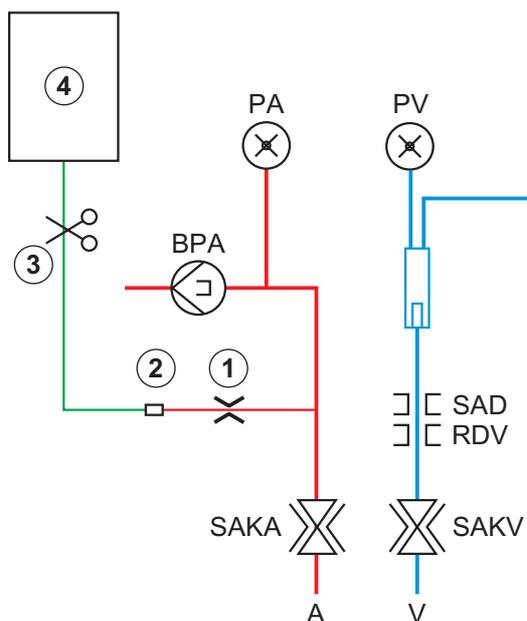

Fig. 6-10 Configuration du bolus artérielle
En utilisant un appareil HD, la ligne d'injection doit être connecté à une poche de NaCl via l'adaptateur en Y du système de lignes à sang (voir Fig. 6-10 Configuration du bolus artérielle (153)).
Avec un appareil HDF, le bolus peut être administré avec le liquide Online par la pompe de substitution (voir section Fig. 6-10 Configuration du bolus artérielle (153)). La ligne de substitution doit être connectée au port de substitution.
3. Connecter la poche d'injection contenant la solution saline physiologique (Fig. 6-10, ④) à la potence.